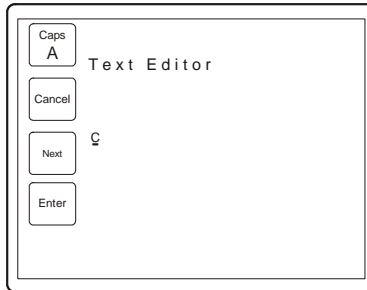

Figure 4.3 : menu de l'éditeur de texte
5. Appuyez sur la touche logicielle PAGE NAME (NOM DE LA PAGE). Le menu TEXT EDITOR (ÉDITEUR DE TEXTE) s'ouvre (figure 4.3).